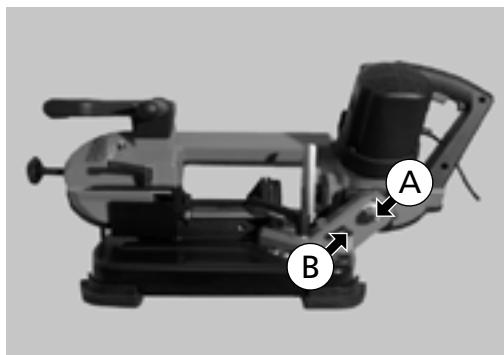
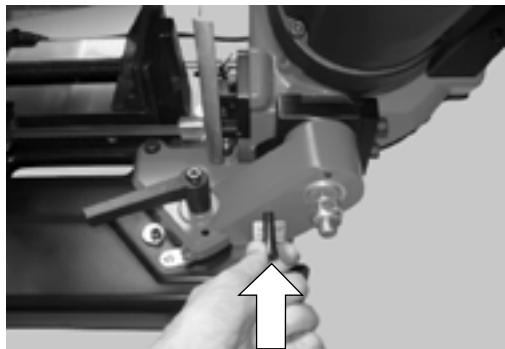

Abb. 29
Abb. 30
Bei der Bandsäge in der angezeigten Ausgangsposition (Abb. 29) die vertikale Achse (A) (blockieren); dazu den Endanschlag (B) einführen, bis er bündig abschließt, wie durch den Pfeil in Abb. 30 dargestellt.
Elemente auf Abb. 29